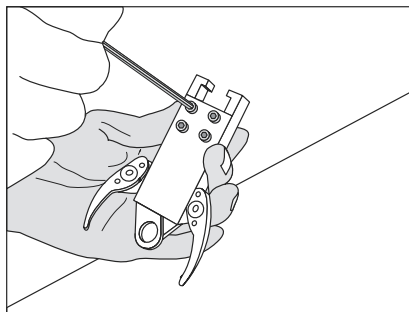

Figure 19
6. Desserrez les vis à l'aide d'une clé Allen 3 mm. (Voir Figure 19)